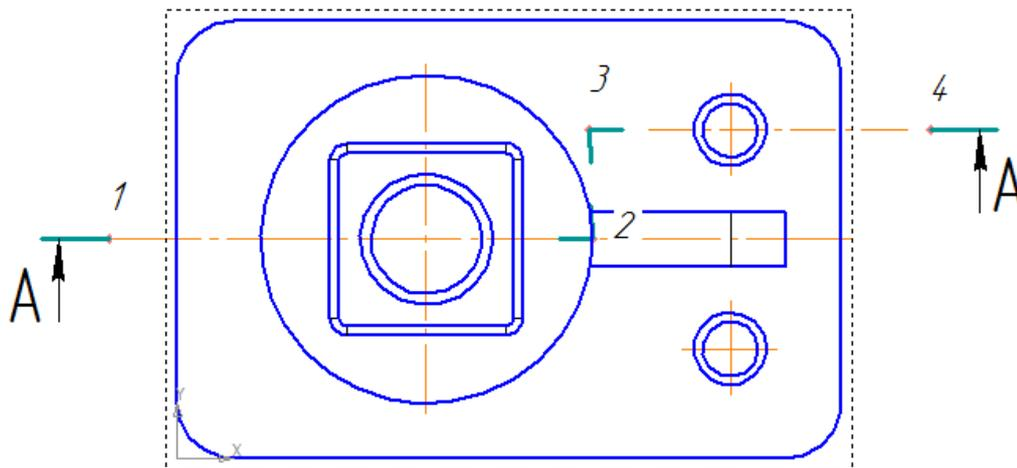

Рисунок 67.
8. На панели **Обозначения** выбрать **Линия разреза**  указать первую точку слева за пределами вида на одной горизонтали с центром, потом переключится на **Сложный разрез**  и выполнить сечение по точкам 2-4. После фиксирования четвертой точки, отключить кнопку **Сложный разрез**, щелкнуть кнопкой мыши внизу чертежа, так, чтобы обозначение разреза буква **A** и стрелки взгляда были снизу линии разреза. **Создать объект** (рисунок 67).